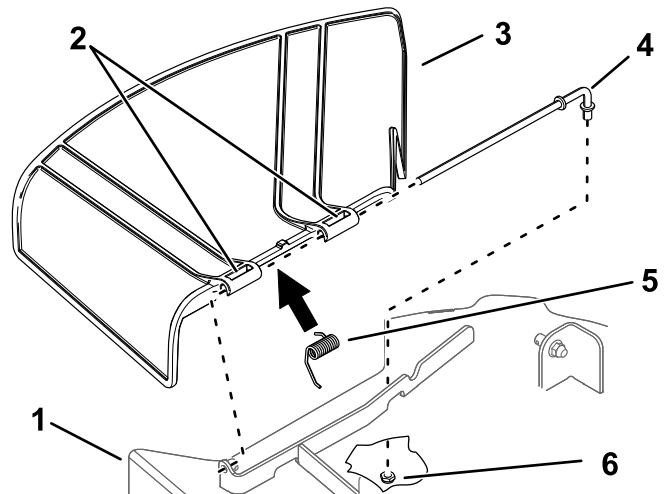

Figura 67
- Retire la tuerca ($\frac{3}{8}$ ") de la varilla (debajo del cortacésped) (Figura 67).
- Retire la varilla del separador corto, del muelle y del deflector de hierba (Figura 67).
- Instale el deflector de hierba nuevo (Figura 67).
- Deslice la varilla por el segundo soporte del deflector de hierba (Figura 67).
- Sujete el extremo trasero de la varilla al cortacésped con una tuerca ($\frac{3}{8}$ "), según se muestra en Figura 67.